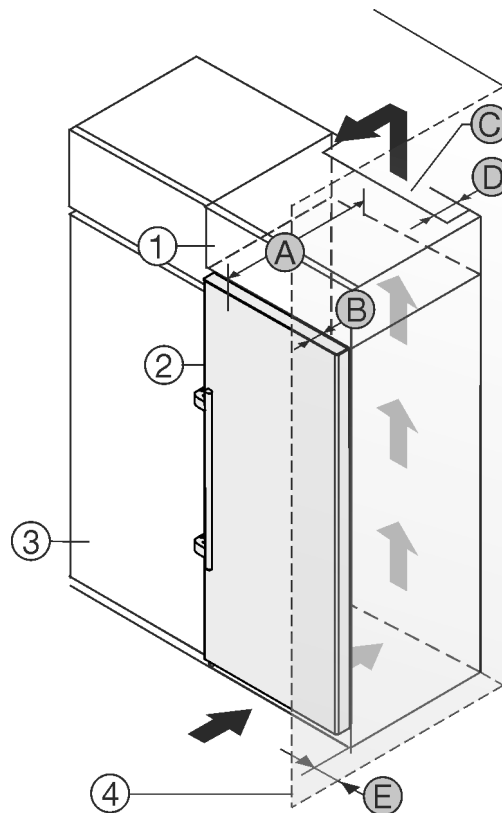

Fig. 1
- (1) Шафа для встановлення на пристрої
- (2) Пристрій
- (3) Кухонна шафа
- (4) Стінка
- (B) Глибина дверей
- (C) Вентиляційний зазор
- (D) Відстань задня сторона пристрою
- (E) Відстань до сторони пристрою
- (A) Глибина пристрою
Ви можете встановити пристрій безпосередньо поряд із кухонною шафою Fig. 1 (3).
Зі зворотного боку шафи для встановлення на пристрої слід передбачити вентиляційну шафу завглибшки Fig. 1 (D) на всю ширину цієї шафи.
Слід дотримуватись вентиляційного отвору Fig. 1 (C) в стелі приміщення.
Якщо пристрій із шарнірами встановлюється поряд зі стіною Fig. 1 (4), відстань між пристроєм та стіною повинна бути не менше 57 мм. Це відповідає необхідній відстані для ручки після відкриття дверцят.
Щоб мати можливість повністю відкривати дверцята, потрібно, щоб пристрій виступав на відстань глибини дверцят Fig. 1 (B) відносно передньої панелі кухонної шафи. Залежно від глибини кухонних шаф Fig. 1 (3) та використання пристінних розпірок пристрій може ще більше виступати вперед.